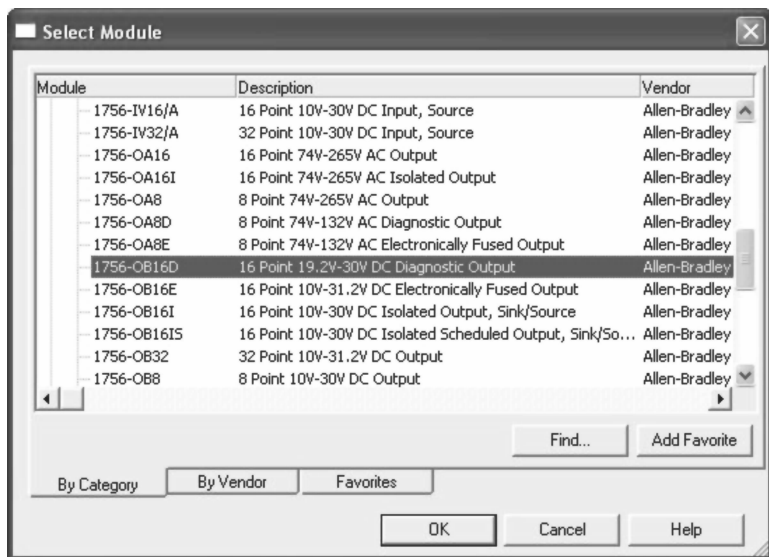

图 2-9 展开的数字模块列表
13. 滚动浏览列表并找到 1756-OB16D，如图 2-9 所示。